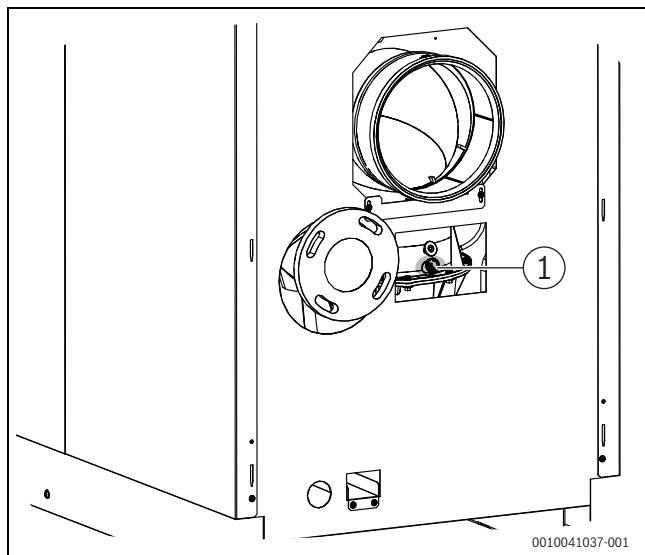

Рис. 38 Выполнить замеры
- ▶ Введите измерительный датчик через отверстие для измерений в коллекторе дымовых газов (→ Рис. 38, стр. 33), держите его в центре потока и проверьте содержание CO_2 .
- ▶ Введите измерительный датчик через отверстие для измерений в дымовой трубе (→ Рис. 38, стр. 33), держите его в центре потока и проверьте содержание CO_2 .